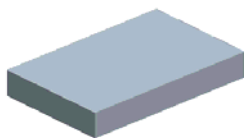

图 13.14 着色后的滑块体积块
Step6. 系统弹出“属性”对话框,在该对话框中单击 **着色** 按钮,着色后的模型如图 13.14 所示,然后在对话框中输入名称 `slide_vol`,单击 **确定** 按钮。